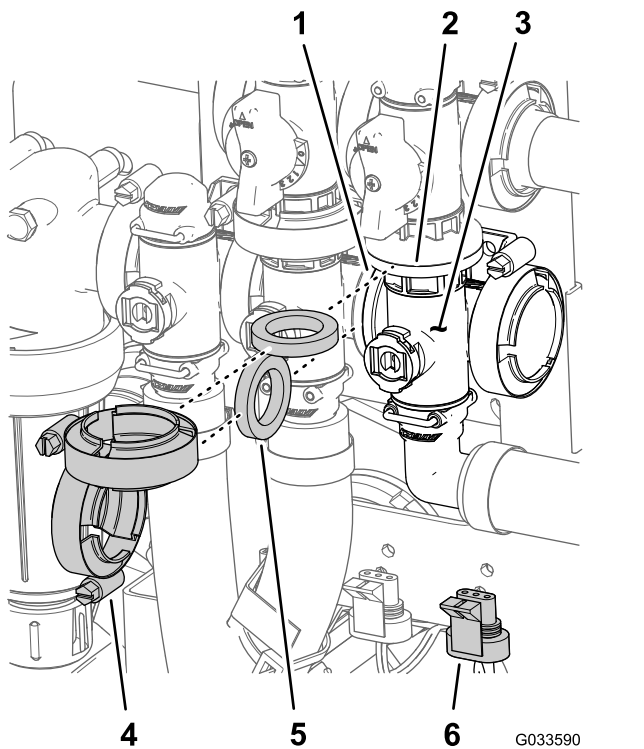

Figure 129
1. Alignez la bride du collecteur de la vanne maîtresse, un joint et la bride de la vanne de dérivation de la vanne maîtresse (Figure 129).
- Fixez le collecteur de la vanne maîtresse des rampes, le joint et la vanne de dérivation de la vanne maîtresse avec un collier serré à la main (Figure 129).
- Alignez la bride du collecteur de la vanne maîtresse, un joint et le collecteur de la vanne d'agitation (Figure 129).
- Fixez le collecteur de la vanne maîtresse, le joint et le collecteur de la vanne d'agitation avec un collier serré à la main (Figure 129).
- Montez la vanne d'agitation sur le support à l'aide du boulon à embase et du contre-écrou (Figure 129) que vous avez retirés à l'opération 3 de Dépose de la vanne maîtresse des rampes sur le collecteur (page 86), et serrez l'écrou et le boulon à un couple de 10 à 12 N·m.